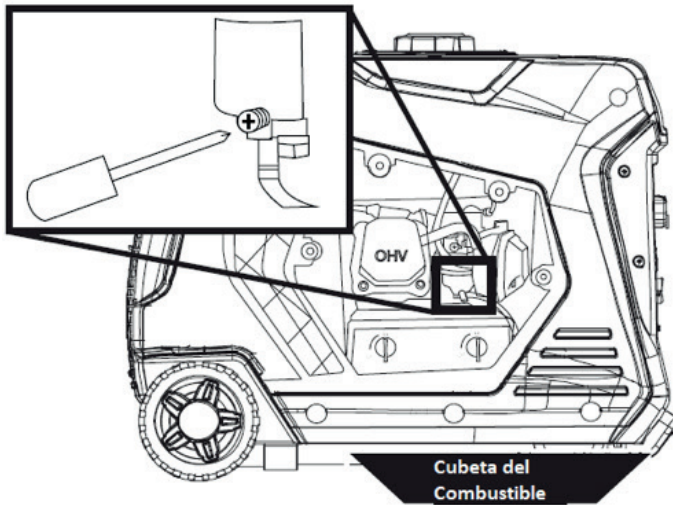

Figura 17: Soltar el Tornillo de la Cuenca Flotante
3. Suelte el tornillo de drenaje de la cuenca flotante hasta que se vea el combustible drenándose desde la cuenca flotante (ver Figura 17).